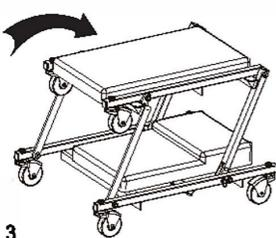

Fig. 3
1. Desbloquee el pasador de bloqueo accionado por resorte tirando hacia fuera hasta que se desenganche, al mismo tiempo gire el bastidor central hacia arriba y hacia la sección del bastidor trasero hasta que el pasador de bloqueo pueda encajar en el manguito de bloqueo del asiento de la enredadera (Fig. 3). Asegúrese de que el pasador de bloqueo esté completamente enganchado.